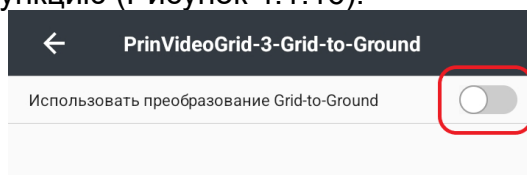

Рисунок 4.1.16
2. Включите данную функцию (Рисунок 4.1.16).